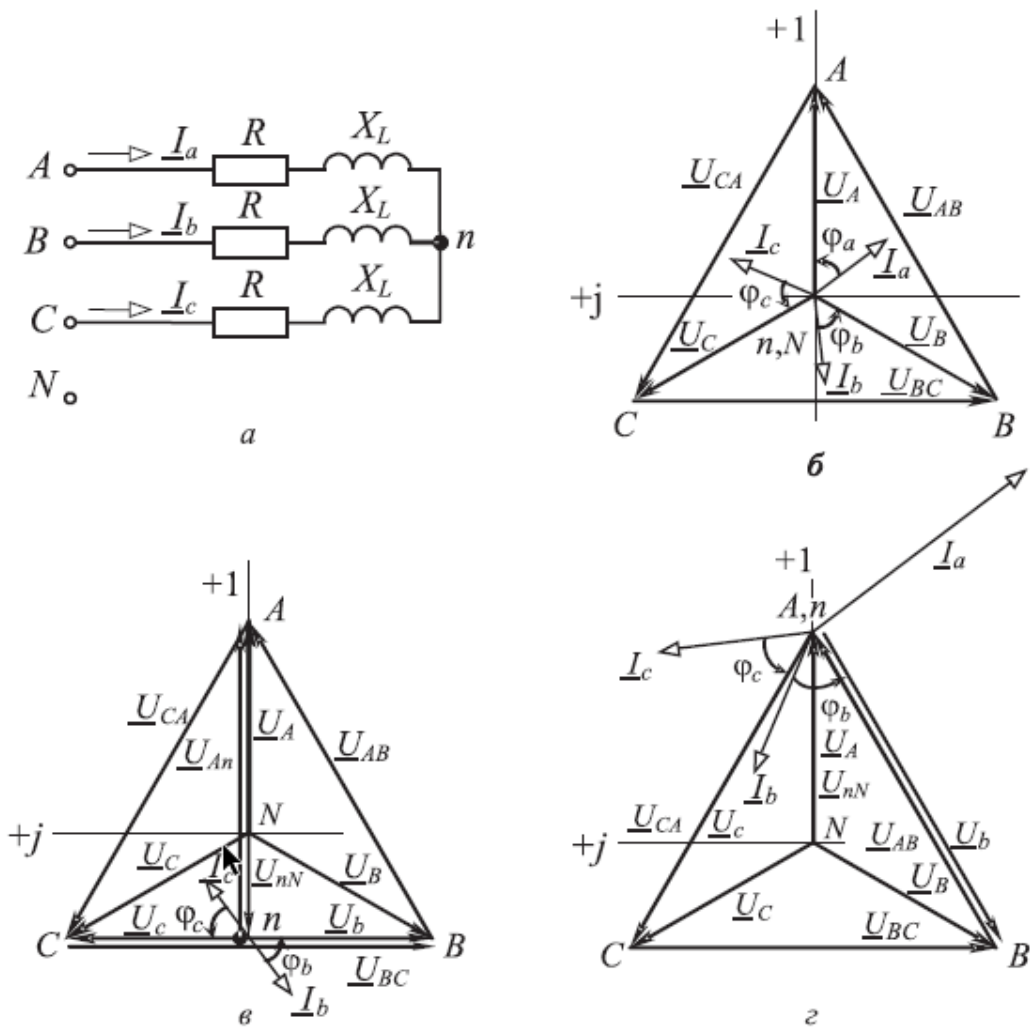

Рис.9.3
**ЗАДАЧА 9.3.** В цепи (рис. 9.3, а)  $U_{л} = 220$  В,  $R = 6$  Ом,  $X_L = 8$  Ом. Определить токи и мощности трехфазной цепи: 1) в симметричном режиме; 2) при обрыве линейного провода фазы А; 3) при коротком замыкании фазы А.